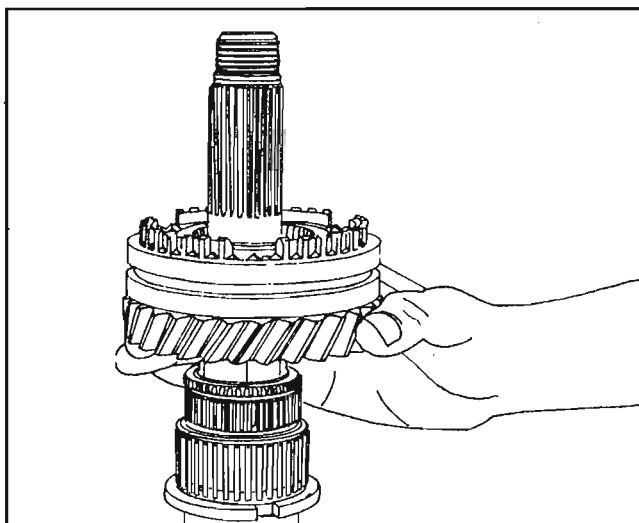

Fig. 57
Coloque el conjunto del piñón de la marcha atrás (37) con el cojinete de agujas (36a) y el piñón de engrane (32a) en el eje primario con el piñón de engrane en la posición superior. *Fig. 57*